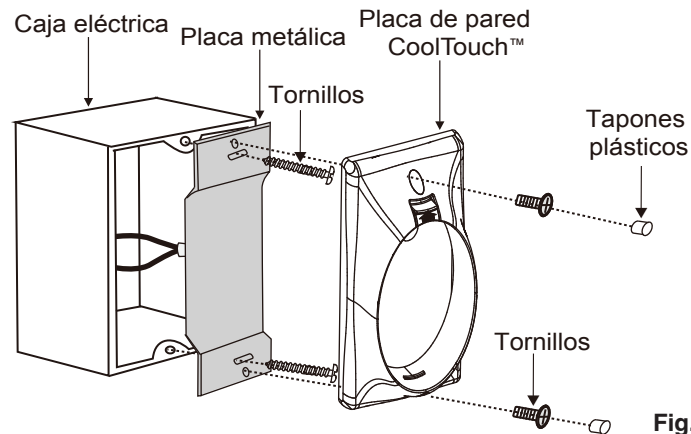

Fig. 29
Paso 2. Instala la placa de metal y la placa de pared CoolTouch™ en la caja eléctrica de pared existente con los 4 tornillos provisto. Luego coloca los dos tapones de plástico en la placa de pared. (Fig. 29)